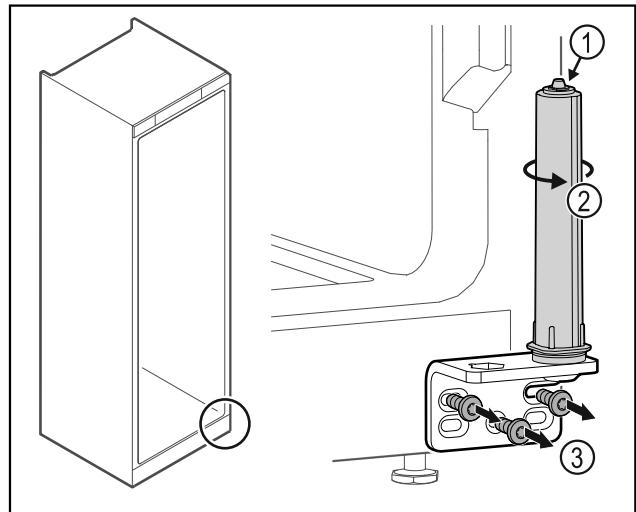

Fig. 21
- Schließsystem Fig. 21 (2) drehen, bis es klickt.
- Scharnierwinkel Fig. 21 (3) abschrauben.
- Türschließsystem nicht zerlegen Fig. 21 (1).